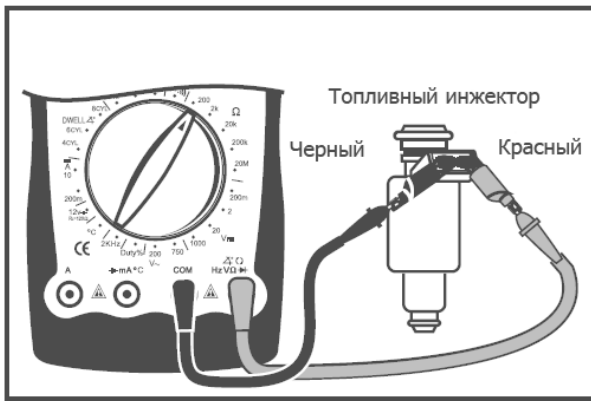

Рис. 18
(2) Тестирование сопротивления топливного инжектора (См. рис. 18)